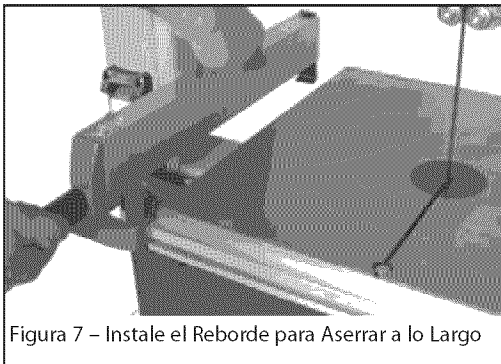

Figura 7 – Instale el Reborde para Aserrar a lo Largo
- Coloque el reborde para aserrar a lo largo sobre el riel de guía. Ajuste el reborde para aserrar a lo largo, a fin de que esté paralelo con la hoja de la sierra. Presione hacia abajo la manivela del reborde para aserrar a lo largo, para apretarla (véase la Figura 7).